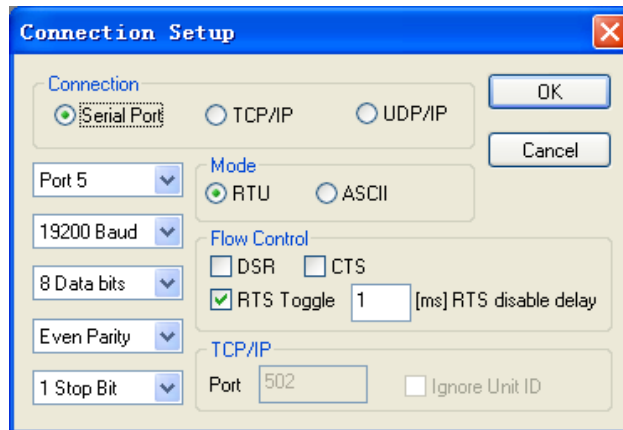

图 5.7 设置串口通信参数
7) 根据用户设置的 Modbus 串口通信参数配置串口通信参数，如下图 5.7：